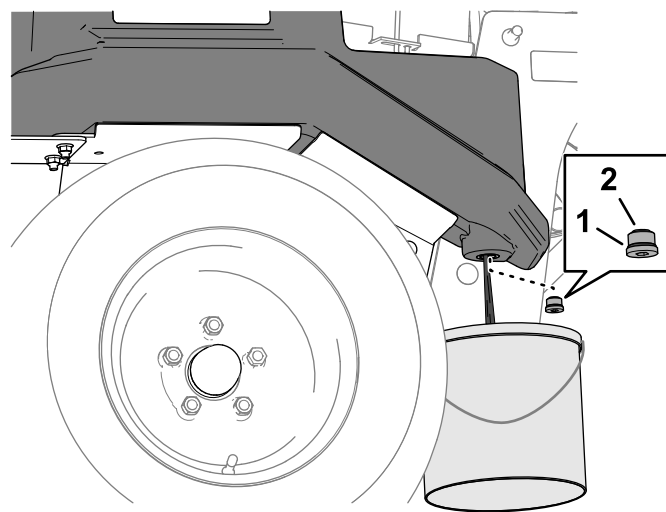

図 95
3. 油圧タンクの前側の角の下に大きな回収容器 30 L またはそれ以上を置く 図 95。